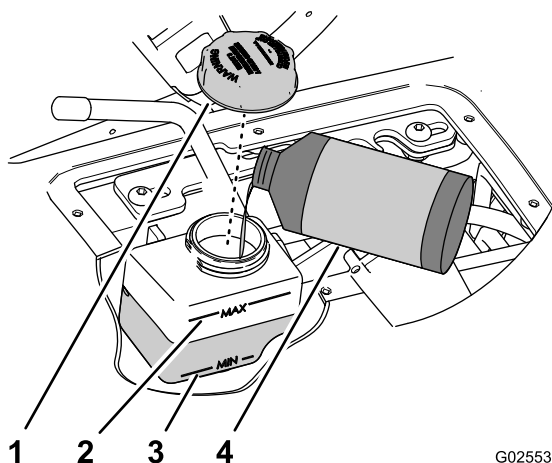

**Рисунок 60**
1. Снимите ручки с рычага гидравлического механизма подъема и рычага диапазона скоростей (Рисунок 60).
2. Выверните 6 винтов с шестигранными головками с буртиками (#10 x 3/4 дюйма), которые крепят плоскую крышку консоли рычагов управления к основанию сиденья, и снимите плоскую крышку (Рисунок 60).
6. Совместите отверстия в плоской крышке консоли рычагов управления с отверстиями в основании сиденья (Рисунок 60).
7. Прикрепите плоскую крышку к основанию с помощью 6 винтов с шестигранными головками с буртиками (Рисунок 60), снятых при выполнении действий, описанных в пункте 2.
8. Наверните ручки на стержни рычага гидравлического механизма подъема и рычага диапазона скоростей (Рисунок 60).
2. Снимите ручки с рычага гидравлического механизма подъема и рычага диапазона скоростей (Рисунок 60).
3. Выверните 6 винтов с шестигранными головками с буртиками (#10 x 3/4 дюйма), которые крепят плоскую крышку консоли рычагов управления к основанию сиденья, и снимите плоскую крышку (Рисунок 60).
9. Совместите отверстия в плоской крышке консоли рычагов управления с отверстиями в основании сиденья (Рисунок 60).
10. Прикрепите плоскую крышку к основанию с помощью 6 винтов с шестигранными головками с буртиками (Рисунок 60), снятых при выполнении действий, описанных в пункте 3.
11. Наверните ручки на стержни рычага гидравлического механизма подъема и рычага диапазона скоростей (Рисунок 60).